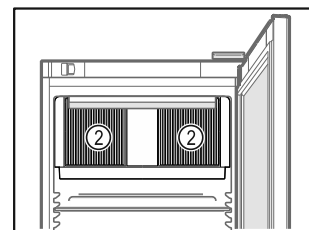

Fig. 40
- Lüftungsschlitze Fig. 40 (2) des Umluftgebläses im Innenraum freihalten.